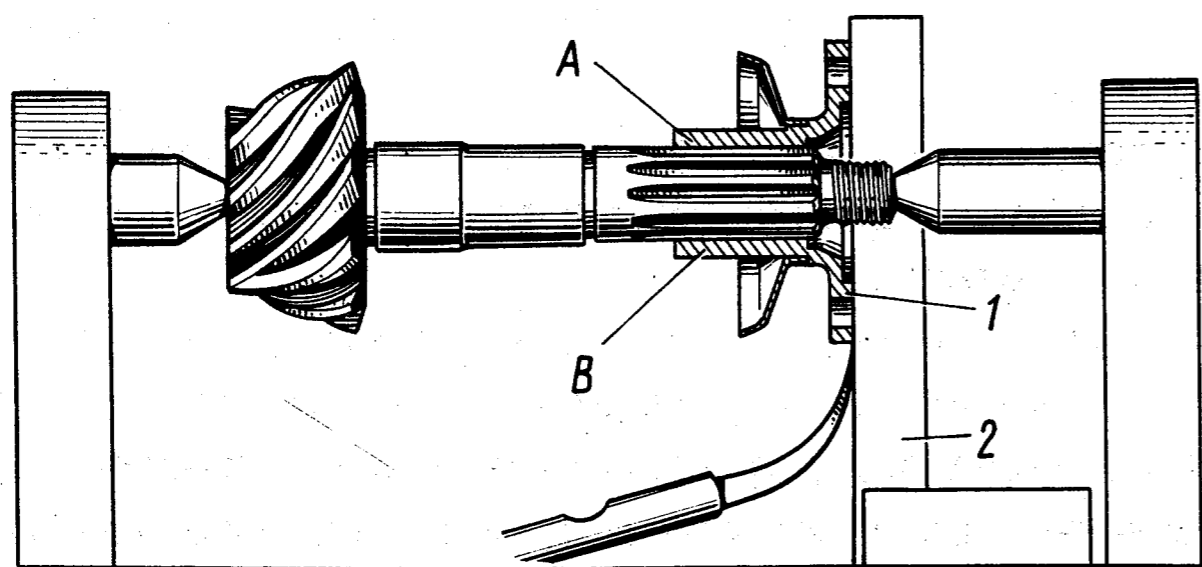

Рис. 134. Проверка биения фланца ведущей шестерни:
I. Собрать и установить на место ведущую шестерню, предварительно осмотрев фланец; убедиться в отсутствии забоин на шлифованной поверхности В, по которой работают сальники, и на торце А (рис. 134), не погнуты ли ушки крепления карданного вала. При-